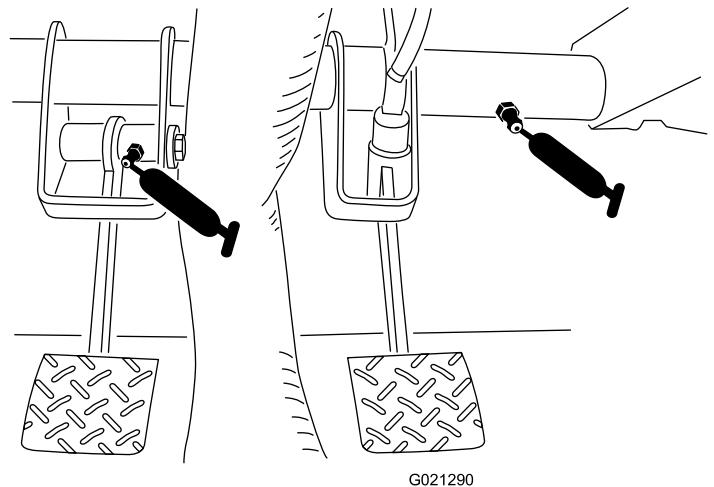

Bild 38
- Kupplung (1) und Bremse (1) (Bild 38)